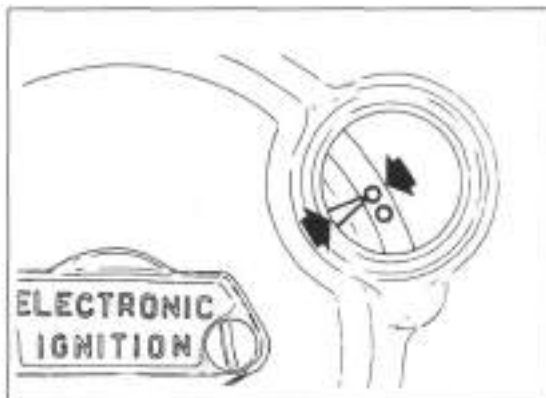

Bild 20
- Zündzeitpunkt ist korrekt, wenn Zündmarke (Bild 20) auf Generatorrotor bei Leerlaufdrehzahl der Marke an Kurbelgehäuse gegenübersteht.